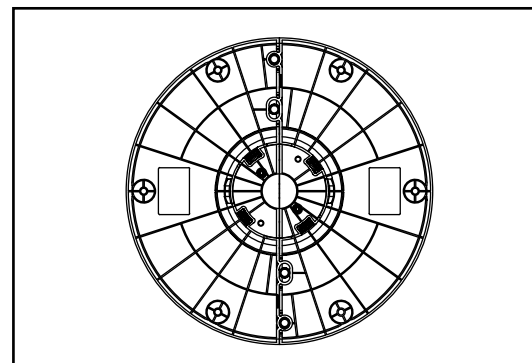

Fig. 3
- Orientare l'incavo a forma di U della base verso l'uscita del cavo e premere bene la base, in modo che le quattro linguette di bloccaggio si innestino a scatto, come mostrato nella fig. 3.